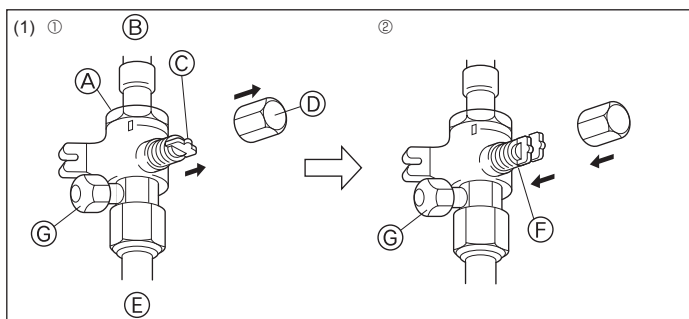
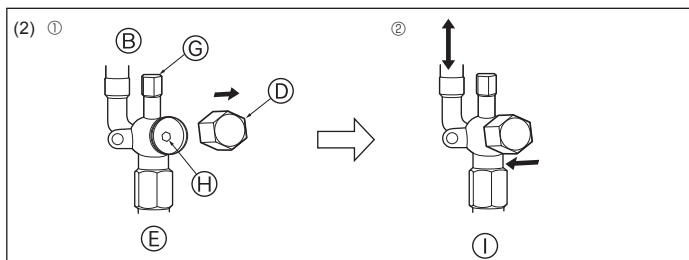

Fig. 4-6
Fig. 4-7
(1) Сторона с газом (Fig. 4-6)
- ① Снимите колпачок, потяните ручку на себя и поверните на 1/4 оборота против часовой стрелки для открытия.
- ② Убедитесь в том, что запорный кран полностью открыт, надавите на ручку и поверните колпачок в первоначальное положение.
(2) Сторона с жидкостью (Fig. 4-7)
- ① Снимите колпачок и поверните шток золотника против часовой стрелки до упора, используя для этой цели 4 мм шестиугольный гаечный ключ. Прекратите поворачивать шток в момент, когда тот достигнет стопора. (ø6,35: Приблизительно 4,5 оборотов) (ø9,52: Приблизительно 10 оборотов)